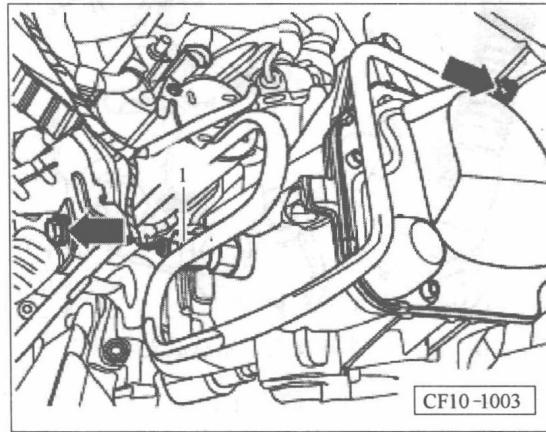

图 2-13 松开转向助力管路固定螺栓
⑬ 尽可能向上放置右传动半轴，并将其固定在合适位置。
⑭ 拆下带尾气催化净化器的排气前管。
⑮ 从附加动力总成支架上拆下转向助力叶片泵。
⑯ 松开转向助力管路固定螺栓（箭头），见图 2-13。
⑰ 断开倒车灯开关 F4 插头连接 1，见图 2-13。